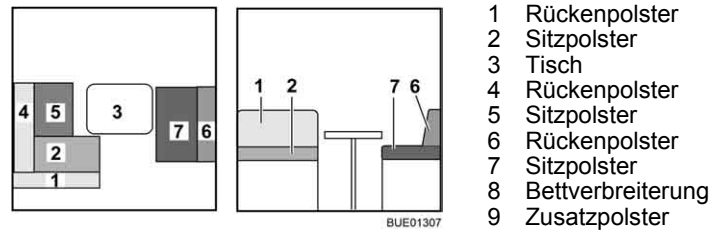

Bild 144 Vor dem Umbau
- Tisch (Bild 144,3) zum Bettunterbau umbauen (siehe Abschnitt 6.11).
- Das Rückenpolster (Bild 144,1) abnehmen und beiseite legen.